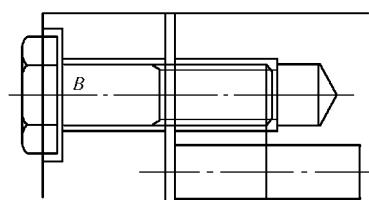

图 12-22 插入六角头螺栓
- 18) 插入块“ljtls”至泵图零件图的主视图中，插入点为 B 点，如图 12-22 所示。